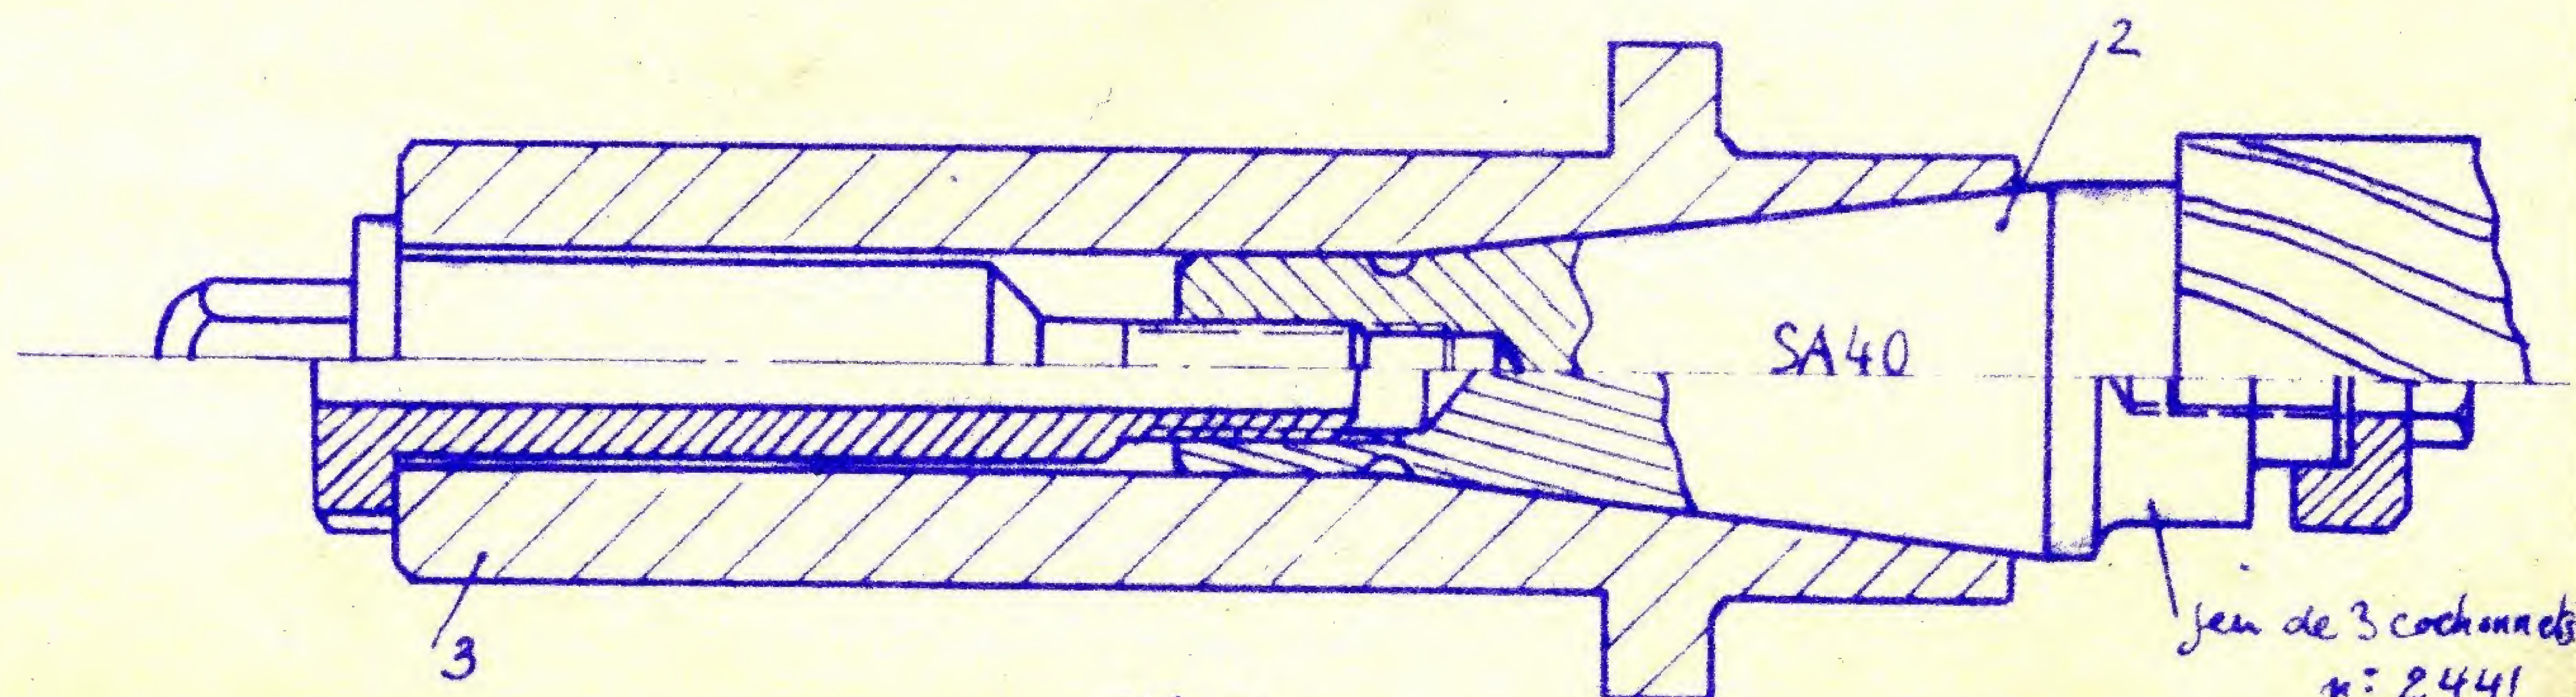

Fig. 17
S'il s'agit d'une queue de fraise normalisée, il faut utiliser la tige (3) fig.17 (voir $\frac{1}{2}$ vue supérieure). S'il s'agit d'un des 3 cochenets 2441, il faut utiliser la tige creuse (5) fig.17 (voir $\frac{1}{2}$ vue inférieure).